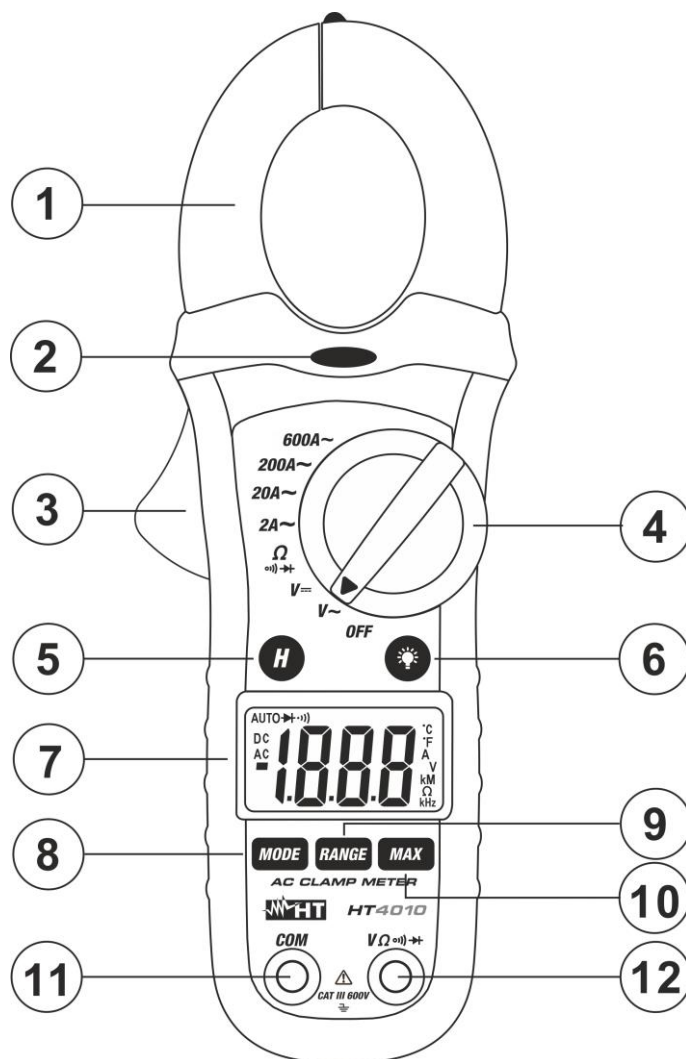

Fig.1 Descrição do instrumento
1. **A função NCV está sempre activa mesmo com o instrumento desligado.** Aproximar o instrumento de uma fonte CA e notar o acendimento do LED vermelho na parte superior (ver Fig. 1 – parte 1) que evidencia a sua presença
1. Aproximar o instrumento de uma fonte CA e notar o acendimento do LED vermelho na base do toróide (ver Fig. 1 – parte 2) que assinala a sua presença
1. Aproximar o instrumento de uma fonte CA. O acendimento do LED vermelho na base do toróide (ver Fig. 1 – ponto 2) assinala a presença de tensão